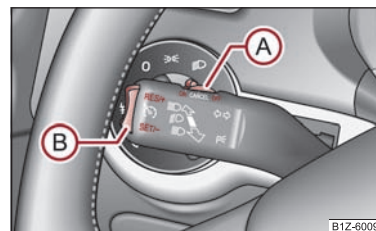

Fig. 88 Leva di comando: tasto basculante e interruttore dell'impianto di regolazione della velocità
- Premere l'interruttore **A** ⇒ fig. 88 in posizione **ON**.
- Premendo il tasto basculante **(B)** ⇒ pag. 79, fig. 88 in posizione **RES** e possibile **incrementare** le velocità memorizzate senza azionare il pedale dell'acceleratore.
**Riprendere** la velocità memorizzata rilasciando il pedale freno o della frizione e premendo brevemente il tasto **(B)** ⇒ pag. 79, fig. 88 nella posizione **RES**.
- Premere l'interruttore **(A)** ⇒ pag. 79, fig. 88 verso destra in posizione **OFF**. ■